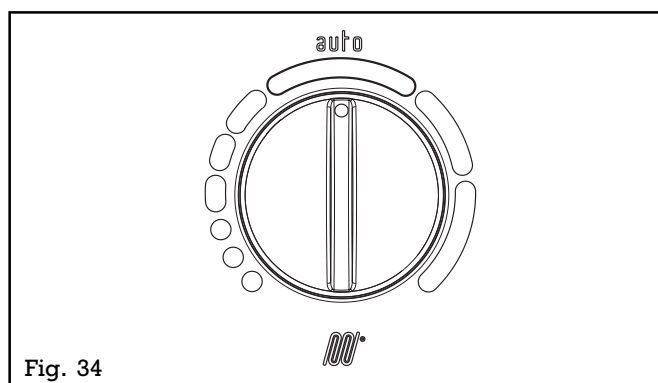

Fig. 34
Si le sélecteur est placé sur la zone "AUTO" (fig.34), correspondant à une température d'eau entre 55°C et 65°C, la température chaudière s'ajustera en fonction de la demande du thermostat d'ambiance, pour un meilleur confort de fonctionnement et des économies d'énergie.
**Vert clignotant rapide** = signale l'entrée dans la zone "AUTO" du sélecteur de température eau de chauffage (fig.34).